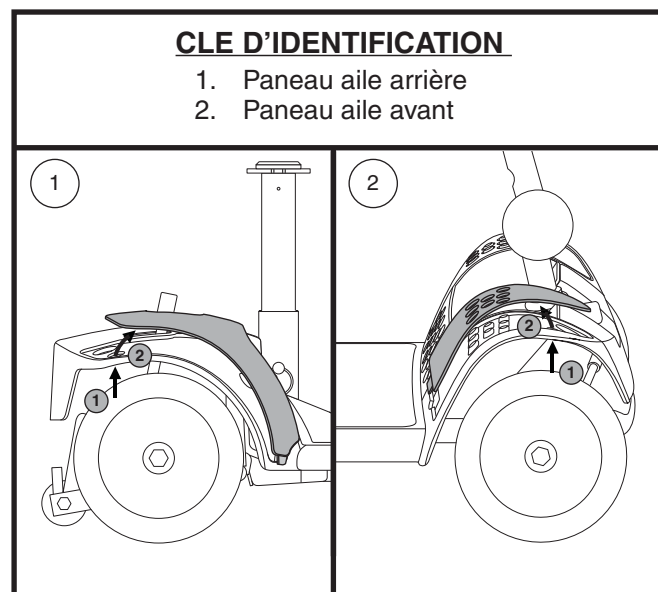

Figure 15. Panneau aile
2. Poussez dans l'orifice afin de séparer le panneau du Travel Scooter. **Voir la figure 15.**
**NOTE:** Lors de l'installation des panneaux d'ailes arrière et avant, assurez-vous de bien insérer l'onglet dans sa fente avant de fixer le panneau en place. Voir la figure 15.